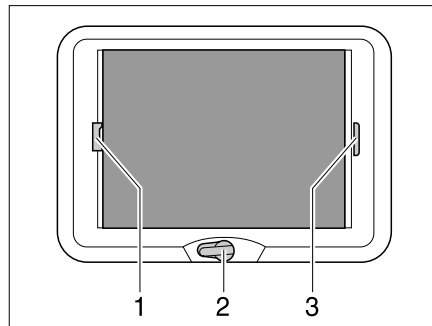

Fig. 95 Oblò a manovella
- Ruotare la manovella (Fig. 95,2) fino a quando non si incontra resistenza (angolo di apertura max. 70°).
- Tirare la tendina oscurante pieghevole per la maniglia (Fig. 95,3) e rilasciarla alla posizione desiderata. La tendina oscurante pieghevole rimane in questa posizione.
- Tirare la protezione contro gli insetti per la maniglia (Fig. 95,1) verso la maniglia contrapposta della tendina oscurante pieghevole (Fig. 95,3) e farla innestare.
- Tirare la maniglia della protezione contro gli insetti (Fig. 95,1) dietro, verso l'alto, e sganciare la protezione contro gli insetti dalla tendina oscurante pieghevole (Fig. 95,3).